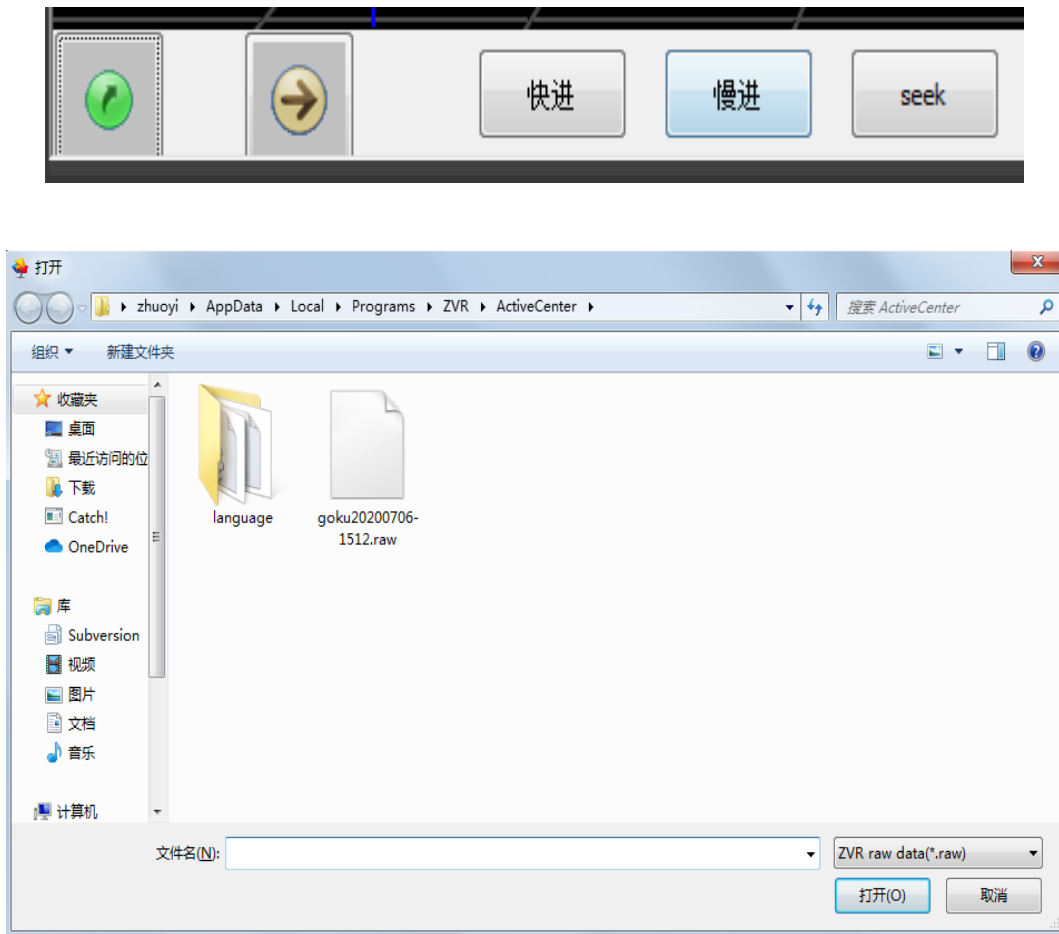

图 1.1.28 轨迹文件储存路径
(3) 点击左侧的图标，找到保存的.raw 文件并打开。如下图 1.1.28 所示